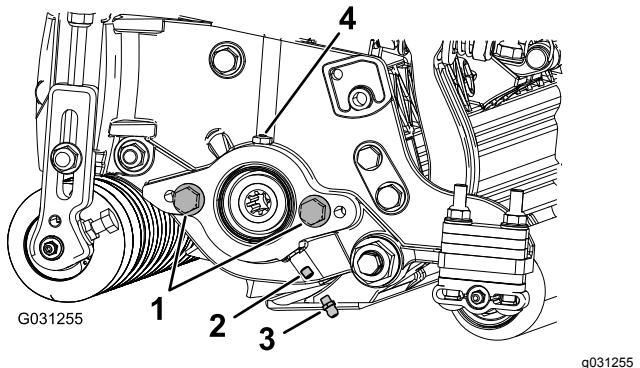

Bild 6
1. Entfernen Sie die Stellschraube an der Seitenplatte des Spindelmotors und entsorgen Sie (Bild 6).
2. Bringen Sie den geraden Schmiernippel an (Bild 6).
3. Wenn die Seitenplatte des Spindelmotors keine Schrauben hat, bringen Sie diese an (Bild 6).
6. Fetten Sie die Seitenplatte ein, bis überschüssiges Fett aus der Fettöffnung austritt (Bild 6).